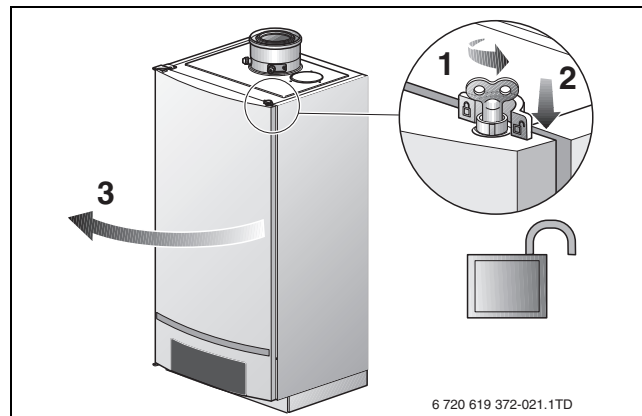

Bild 83 Kesseltür öffnen
- Verschluss der Kesseltür mit dem Entlüftungsschlüssel eine viertel Umdrehung lösen (→ Bild 83, Lupe).
- Verschluss nach unten drücken (→ Bild 83) und Kesseltür öffnen.